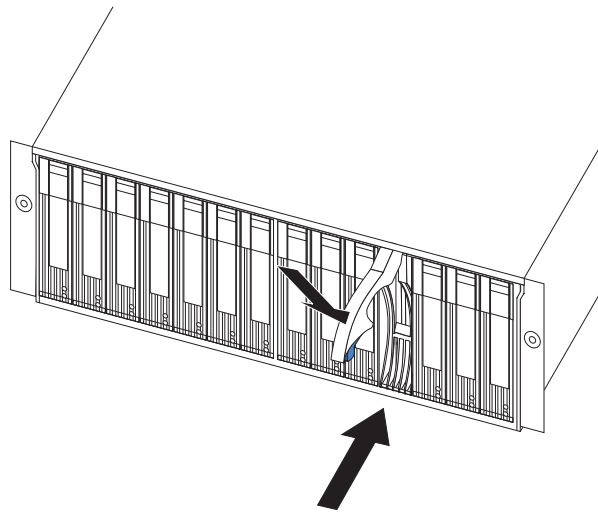

Abbildung 14. Hot-Swap-Festplattenlaufwerke wieder einsetzen
2. Drücken Sie den Griff am Einbaurahmen nach unten in die geschlossene (verriegelte) Position, wie in Abb. 14 dargestellt.